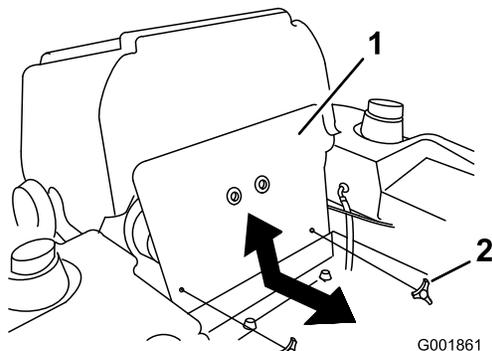

Figure 56
1. Basculez le siège en avant et déposez le panneau avant du moteur (Figure 56).